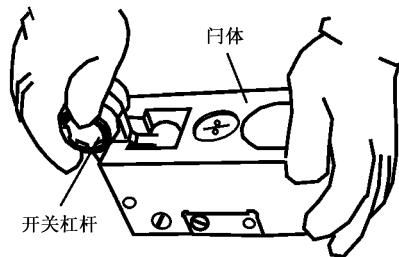
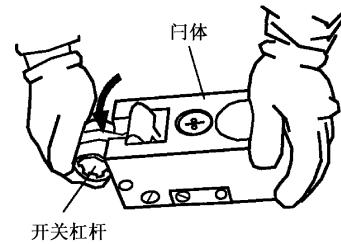

图 48 将开关杠杆放在闩体丁字槽内
图 49 用力拍打开关杠杆放开击针
- b) 将闩体斜放在平板上，再将开关杠杆放在闩体丁字槽内，向下拍打开关杠杆，也可使击针击发，放开击针簧（见图 48～图 49）。